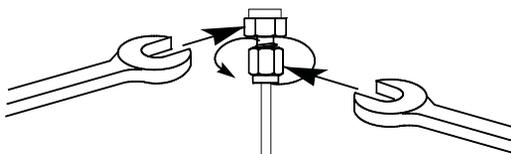

図 34 最後の締め付け
- 7** 1/8 インチの Swagelok フィッティングの場合、7/16 インチレンチを2本使ってフィッティングを3/4回転させ、締め付けます (図 34)。
1/4 インチのフィッティングの場合、9/16 インチレンチを2本使ってフィッティングを1回と1/4回転させ、締め付けます (図 34)。